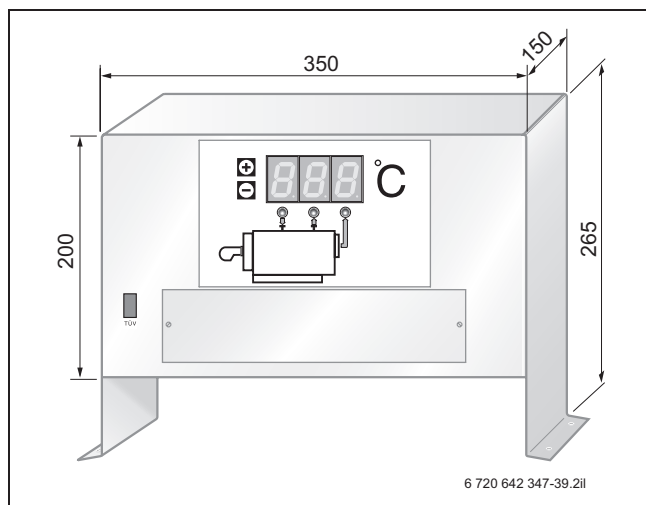

Рис. 45. Системы управления и индикации DA...
- 2) Система управления и индикации DA... (см. рис. 45, стр. 68)